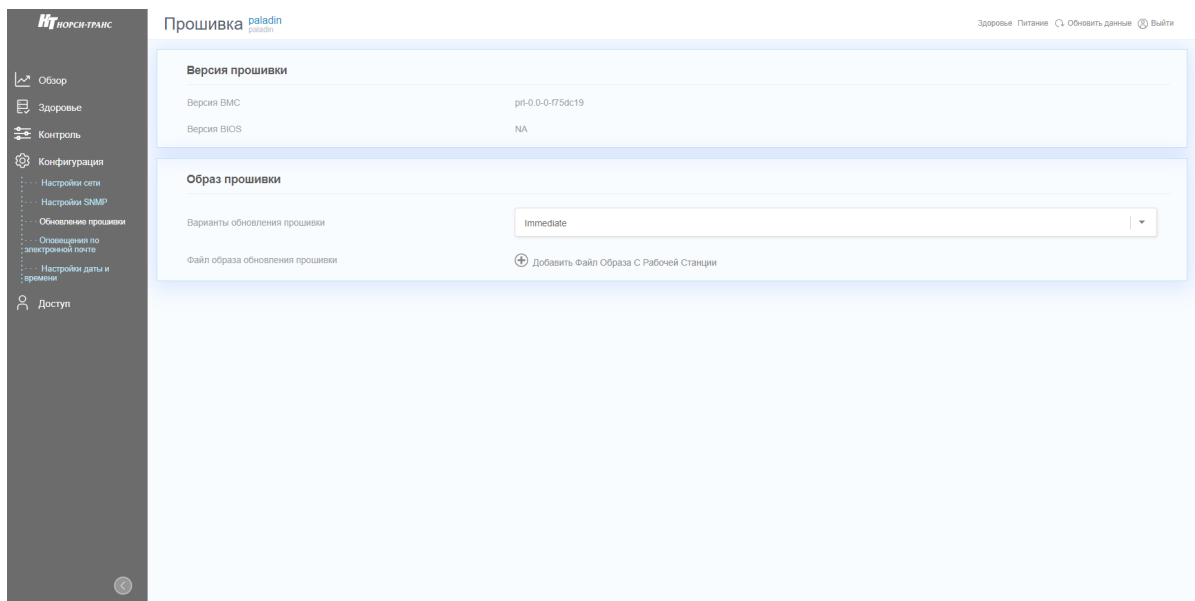

Рис. 95. Окно «Обновление прошивки»
- 2) Пройдите во вкладку «Конфигурация» → «Обновление прошивки». Окно показано на рис. 95 Окно «Обновление прошивки»